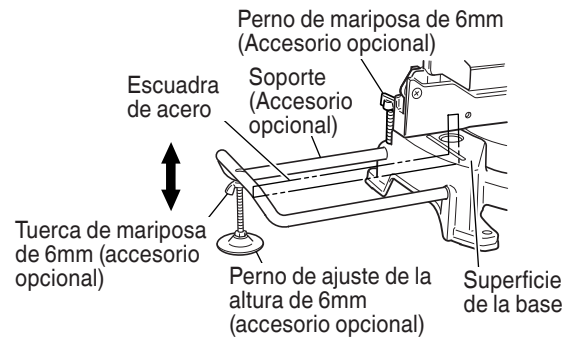

Fig.10
- (1) Como se indica en la Fig. 10, utilice una escuadra de acero para alinear el borde superior de los soportes con la superficie de la base. Afloje el perno de mariposa de 6mm. Gire el perno de ajuste de altura de 6mm, y ajuste la altura del soporte.
- (2) Después del ajuste, apriete firmemente la tuerca de mariposa y asegure el sujetador con el perno de mariposa de 6mm (accesorio opcional). Si el largo del perno de ajuste de altura de 6mm es insuficiente, coloque debajo una placa delgada. Asegúrese de que el extremo del perno de ajuste de altura de 6mm no sobresalga del sujetador.